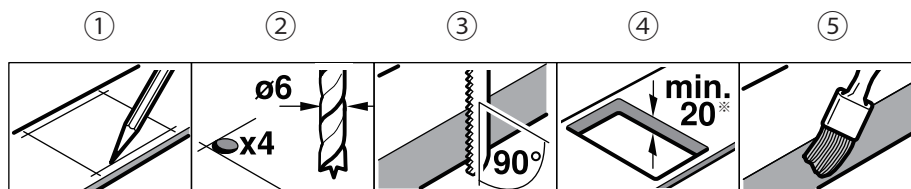

図 1
- 設置台数に応じた開口寸法で天板を開口して下さい。(図 1-①)
- 天板開口部は必ず天面と直角になるよう開口して下さい。(図 1-③)
- 天板の厚みは 20mm(※フラッシュマウントの場合は 30mm) 以上必要になります。(図 1-④)
- 開口部の切断面を耐熱加工して下さい。(図 1-⑤)